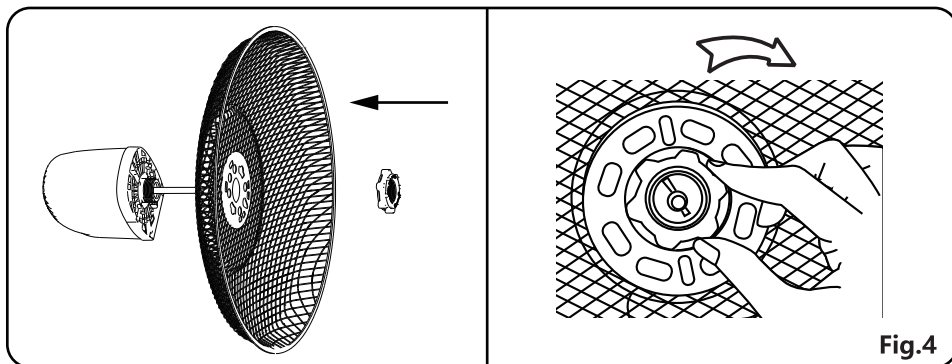

Fig.4
1. Desaparafuse o botão rotativo e a porca de montagem da proteção e remova-os. Prenda a proteção traseira ao motor, verifique se a alça está na parte superior. Em seguida, aperte a porca no sentido horário novamente.(Fig. 4)